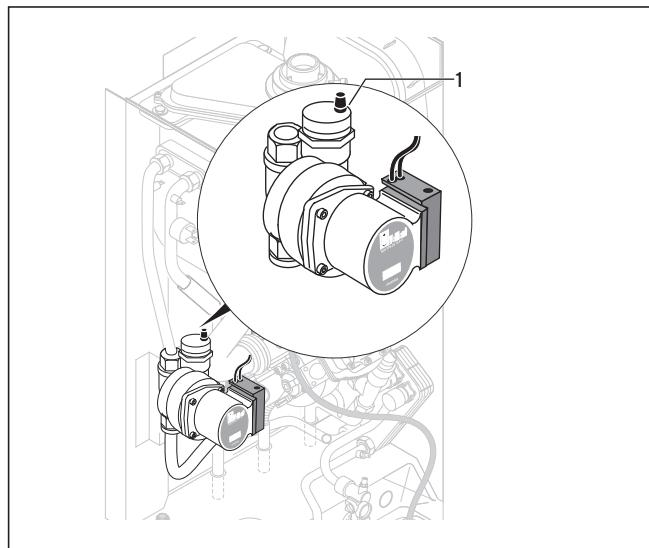

Рис. 5.1 Быстро действующий воздухоотводчик
- Отпустите крышку быстродействующего воздухоотводчика (1) на насосе (рис. 5.1) на один-два оборота (воздух из аппарата в постоянном режиме отводится автоматически через воздухоотводчик).
• Медленно откройте наполнительный кран и водоразборный кран и заполняйте систему водой до тех пор, пока манометр (2) не покажет требуемое давление в системе.